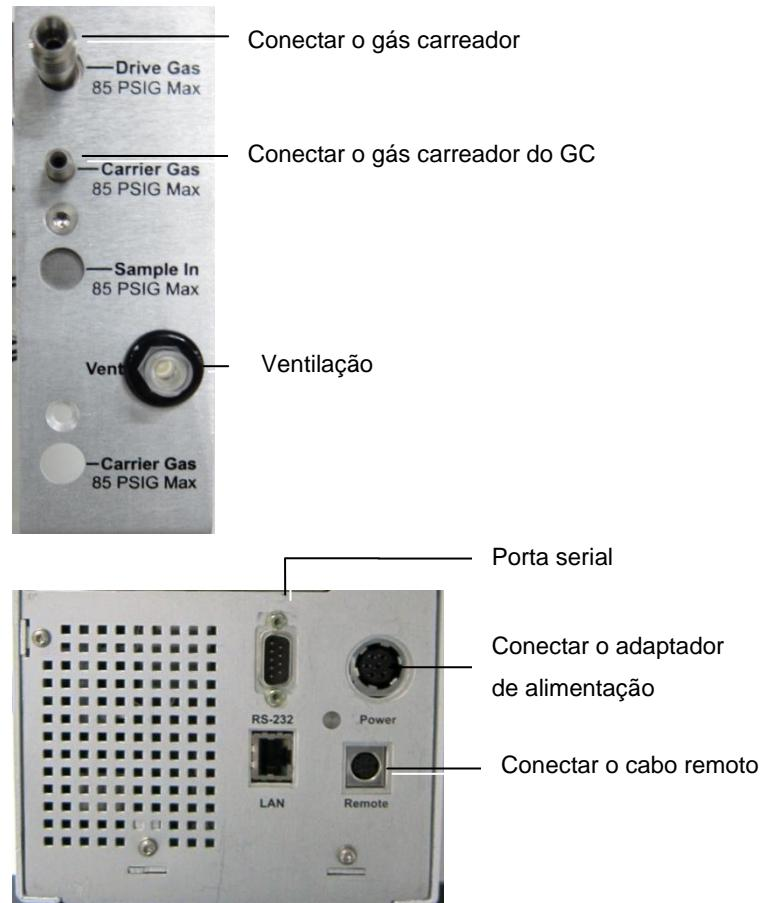

Figura 20 Diagrama esquemático da interface do cabo e da linha de gás da G4370A
3. Conecte a linha de gás de acordo com a Figura 20.